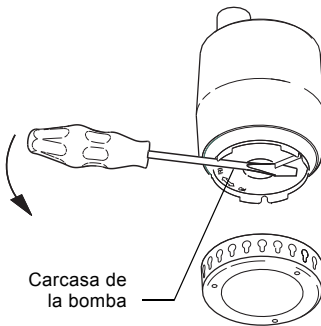

Fig. 12 Cómo extraer la carcasa de la bomba
4. Extraiga el alojamiento de la bomba. Consulte la fig. 12.